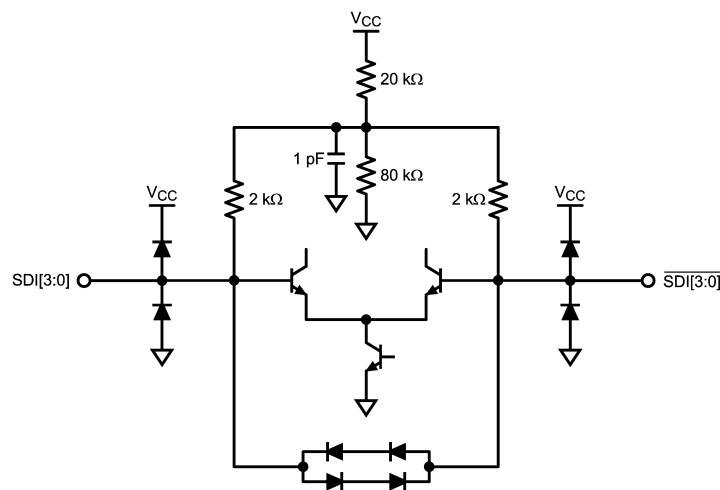

FIGURE 1. Equivalent SDI Input Circuit (SDI[3:0], $\overline{\text{SDI}}[3:0]$)
- Note 6:** SDI の最初の遷移からロック検出 (LD) 出力が High (真) になるまでを測定。
- Note 9:** SMPTE RP 184-1996 の Figure 1 の "A1" を参照してください。
- Note 10:** SMPTE RP 184-1996 の Figure 1 の "A2" を参照してください。
LMH0056 は 4 つの独立したマルチプレクス・データ入力があります。アクティブ入力チャネルは、Table 2 に示すように SEL0 および SEL1 ピンを通じて選択されます。Figure 1 は、SDI[3:0] および $\overline{\text{SDI}}[3:0]$ の等価入力回路を示しています。